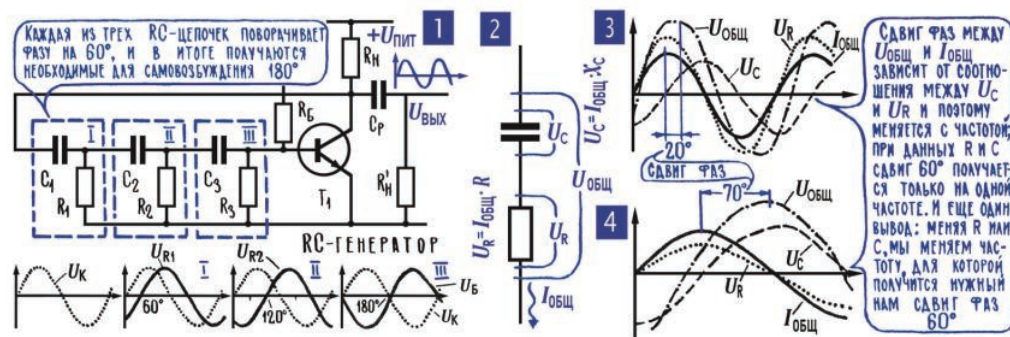

Рис. 11.3. RC-генератор
В генераторе с трансформаторной обратной связью поворот фазы на  $180^\circ$  получают определенным расположением и включением катушек, в трехточечных схемах – определенным подключением транзистора к контуру (эмиттер – в центре, коллектор и база – по краям). И есть еще одна возможность выполнить условие фаз: при передаче сигнала с коллектора на базу можно повернуть фазу сигнала на  $180^\circ$  с помощью нескольких последовательно соединенных RC-цепочек. Генератор, в котором используется такой способ поворота фазы, так и называется: RC-генератором, одна из возможных его упрощенных схем приведена на рис. 11.3; 1. По-видимому, первое, что в этой схеме бросается в глаза, – так это отсутствие колебательного контура. Но как же без контура? Где же тогда возникают первые слабые, затухающие колебания, которые потом поддерживает обратная связь, делая их незатухающими? И какие элементы в таком бесконтурном
В заключение несколько слов о том, почему RC-цепочки поворачивают фазу точно на  $180^\circ$ . Ток через резистор  $R$  и напряжение на нем  $U_R$  совпадают по фазе, ток через конденсатор  $C$  и напряжение  $U_C$  на нем сдвинуты по фазе на  $90^\circ$  (рис. 11.3; 2, 3, гл. 6; 9, 13). Во всех элементах последовательной цепи ток один и тот же  $-I_{\text{общ}}$ , а общее напряжение  $U_{\text{общ}}$  равно сумме напряжений  $U_R$  и  $U_C$  на отдельных участках.
Ну а сдвиг фаз? Одно напряжение совпадает по фазе с током, второе опережает ток на  $90^\circ$ , так как же соотносятся фазы тока и общего напряжения  $U_{\text{общ}}$ ? Чем больше  $x_C$  какой-либо RC-цепочки, тем больше напряжение  $U_C$  на конденсаторе и тем ближе к  $90^\circ$  сдвиг фаз между током  $I_{\text{общ}}$  и общим напряжением  $U_{\text{общ}}$ . А чем больше  $R$ , тем более «активный характер» имеет сопротивление всей цепи, тем меньше сдвиг фаз между  $I_{\text{общ}}$  и  $U_{\text{общ}}$ . Существует частота, на которой при данном соотношении  $C$  и  $R$  сдвиг фаз между  $I_{\text{общ}}$  и  $U_{\text{общ}}$  равен  $60^\circ$ , и три такие цепочки поворачивают фазу в сумме на  $180^\circ$  (рис. 11.3; 3). Если изменить  $R$  или  $C$  в фазовращающих RC-цепочках, то сразу же изменится соотношение между  $R$  и  $x_C$ . И прежнее соотношение между  $I_{\text{общ}}$  и  $U_{\text{общ}}$ , а значит, и прежний сдвиг фаз в  $60^\circ$  будут уже на другой частоте. А отсюда вывод: при изменении  $R$  или  $C$  изменится частота переменного напряжения на выходе генератора. Существуют и другие схемы генераторов с фазовращающими RC-цепочками, но механизм генерирования переменного напряжения у всех у них одинаков.
**Примечание редактора.** Схема генератора с трезхзвенной RC-цепочкой, приведенная на рис. 11.3; 1, крайне редко употребляется на практике. Во-первых, это обусловлено сложностью расчета такой схемы – в RC-цепочке каждое следующее звено будет служить нагрузкой предыдущего, а база транзистора – нагрузкой всей цепочки, что делает расчеты весьма приблизительными. Во-вторых, в этой схеме необходимо введение эмиттерного резистора (рис. 10.11; 2) для уменьшения шунтирования цепочки входным сопротивлением транзисторного каскада; при этом должен сохраняться высокий коэффициент усиления напряжения (не менее 30), следовательно, для сохранения режима по постоянному току – повышенное напряжение питания (см. гл. 10; 21, 22). То есть практические трудности нарастают на каждом этапе. Для построения надежных синусоидальных генераторов на основе транзистора (или операционного усилителя) проще и удобнее применять схему с мостом Вина–Робинсона (см. *Практикум* в конце этой главы). Подробности можно посмотреть в учебниках [2, 3].